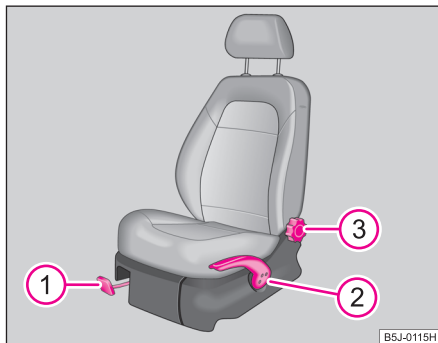

Abb. 46 Bedienelemente am Sitz
- Ziehen Sie den Hebel ① ⇒ Abb. 46 nach oben und schieben Sie dabei den Sitz in die gewünschte Position.
- Lassen Sie den Hebel ① los und verschieben Sie den Sitz soweit, bis die Verriegelung hörbar einrastet.